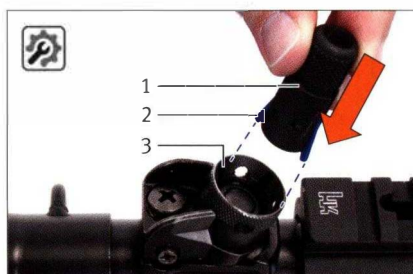
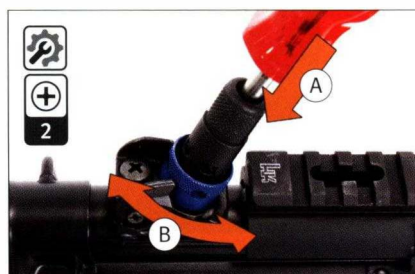

Abb. 37: Werkzeug für Höhengeneinstellung in Visier einsetzen
Abb. 38: Visier justieren
1. Werkzeug für Höhengeneinstellung in Visier einsetzen, dabei die Keile des Werkzeugs in die Nuten des Visiers einsetzen (Abb. 37). 2. Schraubendreher in Werkzeug für Höhengeneinstellung einsetzen, nach unten drücken und halten (Abb. 38). 3. Visiertrommel gegen den Uhrzeigersinn drehen (Abb. 38).	Eine Umdrehung verändert die Lage des Treffpunkts um ca. 1,4 cm auf 25 m Zielentfernung.
1. Werkzeug für Höhengeneinstellung in Visier einsetzen, dabei die Keile des Werkzeugs in die Nuten des Visiers einsetzen (Abb. 37). 2. Schraubendreher in Werkzeug für Höhengeneinstellung einsetzen, nach unten drücken und halten (Abb. 38). 3. Visiertrommel im Uhrzeigersinn drehen (Abb. 38).